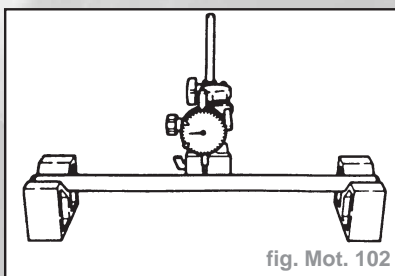

fig. Mot. 102
- Poser l'axe de culbuteurs sur des prismes de contrôle (fig. Mot. 102).